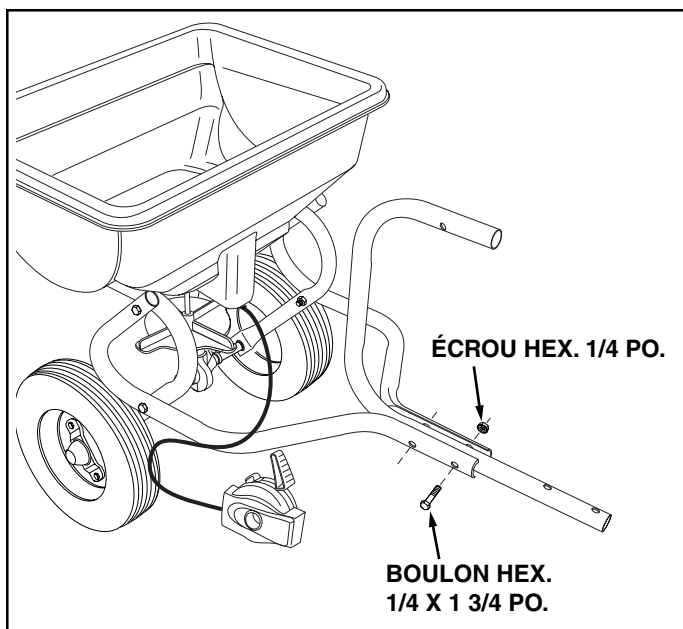

FIGURE 2
3. Montez le tube de commande de l'attelage entre les tubes en utilisant deux boulons hexagonaux de 1/4 x 1 3/4 po. et deux écrous hexagonaux de 1/4 po. Serrez tous les boulons et tous les écrous. Voir la Figure 2.